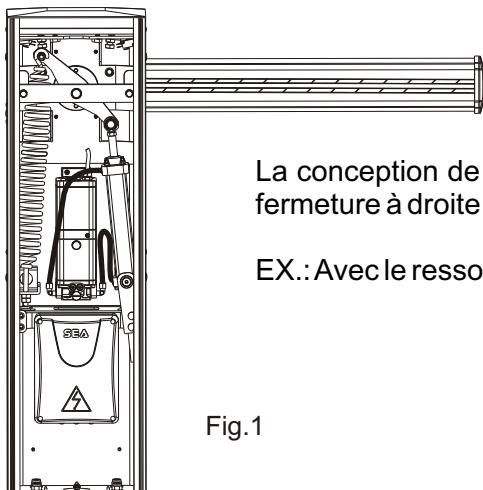

Fig.1
**N.B.:** L'opérateur est livré de série comme dans Fig.1 (avec fermeture à droite).
Barrière avec fermeture à droite (Fig. 1)